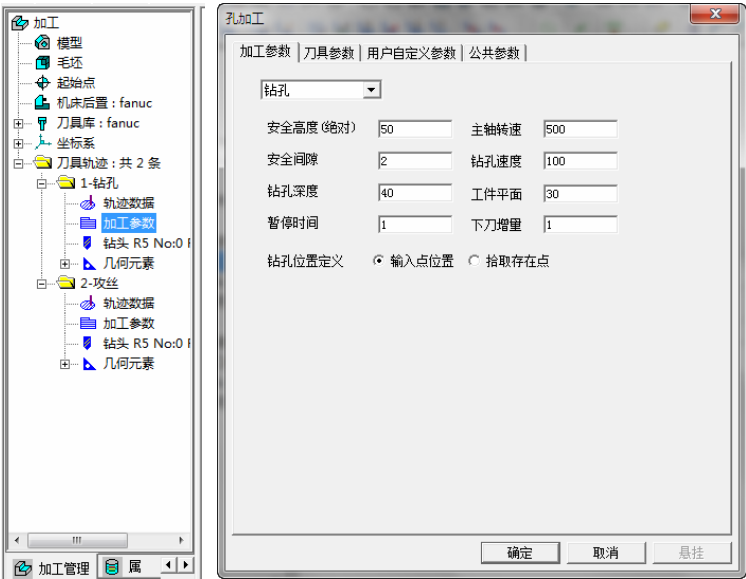

图 8-139 设置钻孔加工参数
7) 双击“ 钻孔 ”中的“ 加工参数 ”图标，打开“ 孔加工 ”对话框，设置相关参数如图 8-139 所示。